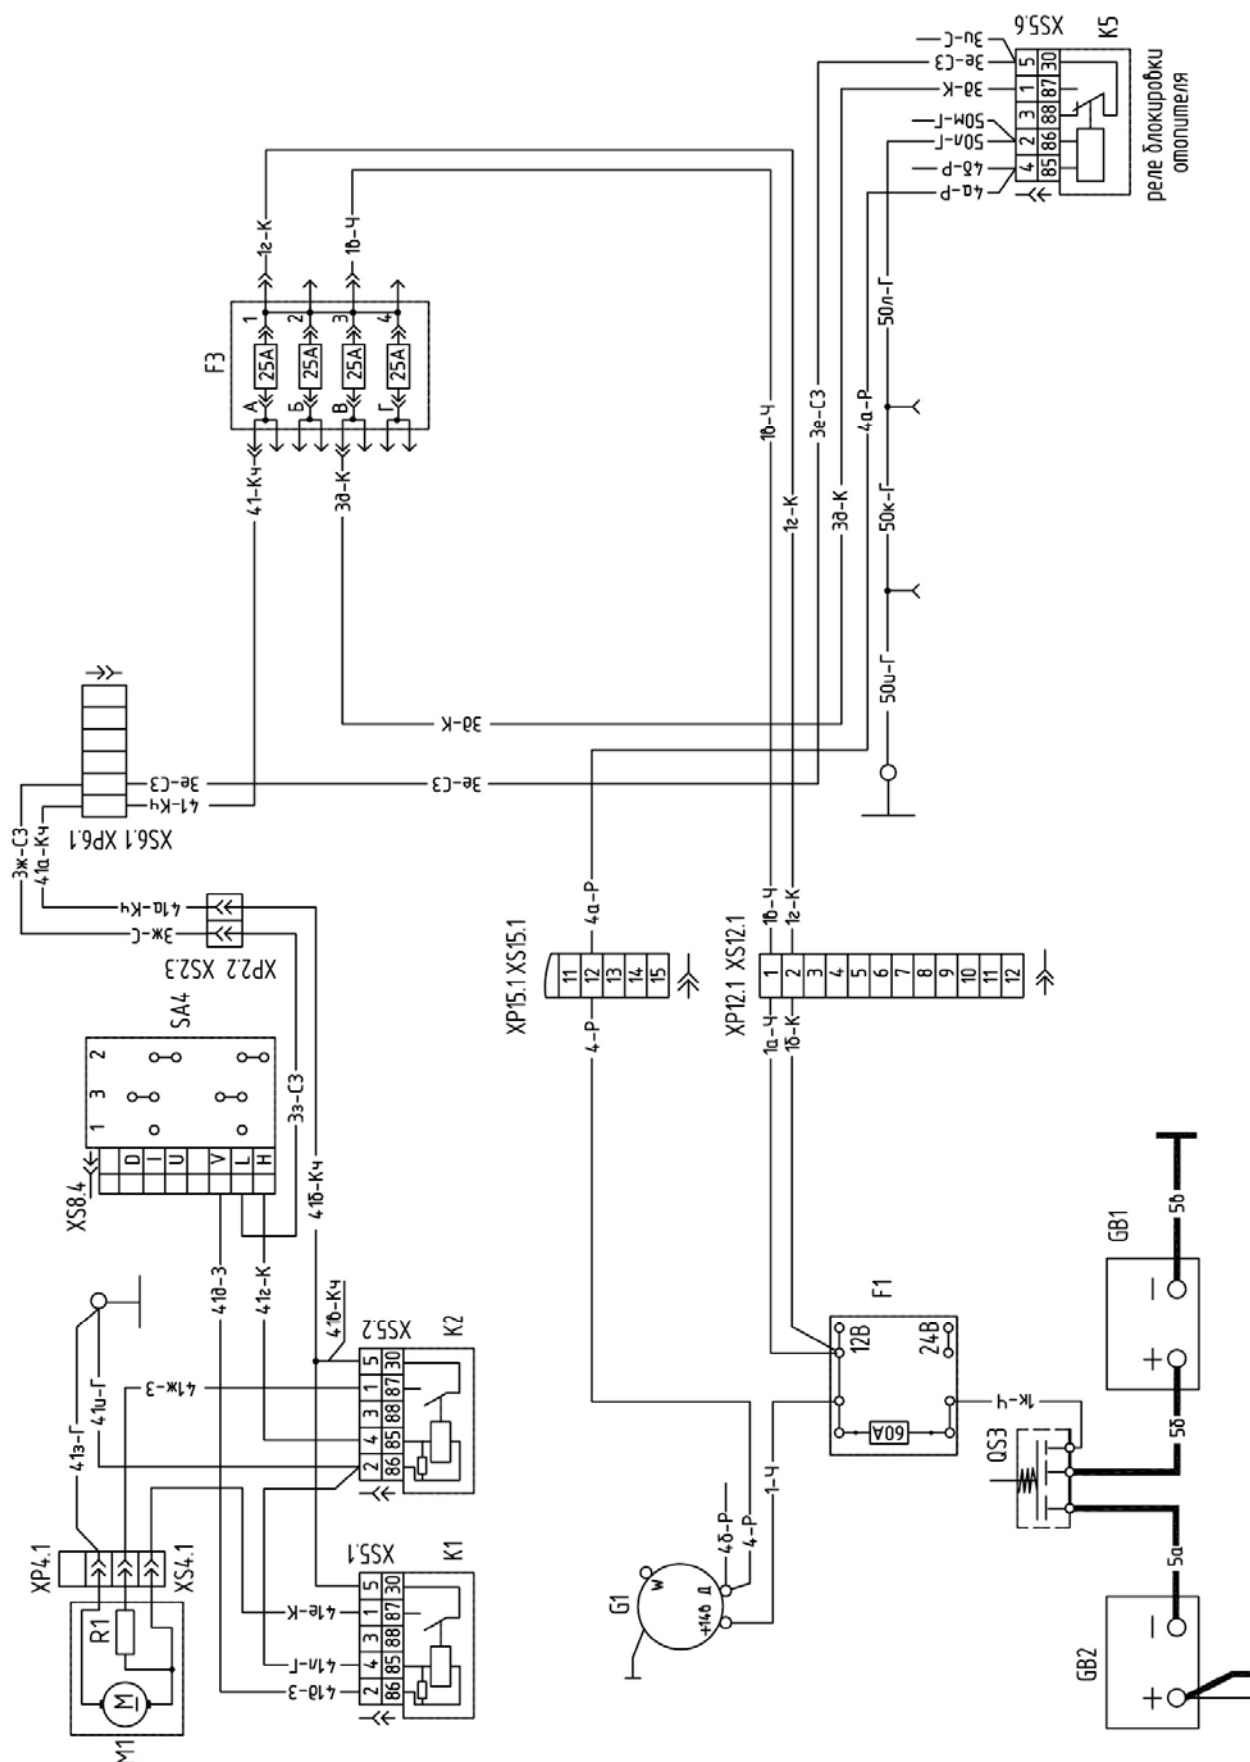

Рис. 12-10 Схема включения отопителя (с вентилятором ЭВИ12-1 02)
12.10 Возможные неисправности электрооборудования отопителя (с вентилятором ЭВИ12-1 02), их устранение (рис. 12-10)
- Проверьте исправность соответствующего предохранителя (B) 25А на блоке (F3), расположенном в щитке приборов. При неисправности замените.
- Проверьте целостность цепи от предохранителя (B) на блоке (F3) до клеммы “87” реле блокировки отопителя (K5). Если имеются нарушения электрического контакта, восстановите исправность цепи. Если же предохранитель (B) на блоке (F3) и вышеуказанная цепь работоспособны, значит неисправно реле (K5); замените его.
- Проверьте исправность соответствующего предохранителя (A) 25А на блоке (F3), расположенном в щитке приборов. При неисправности замените.
- Проверьте наличие «массы» на электродвигателе отопителя (M1) (см. рис. 12-10)